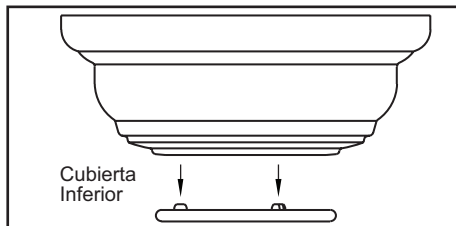

Figura 9
3. Retira la cubierta inferior decorativa de la cubierta oprimiendo los tres pernos (Figura 9).